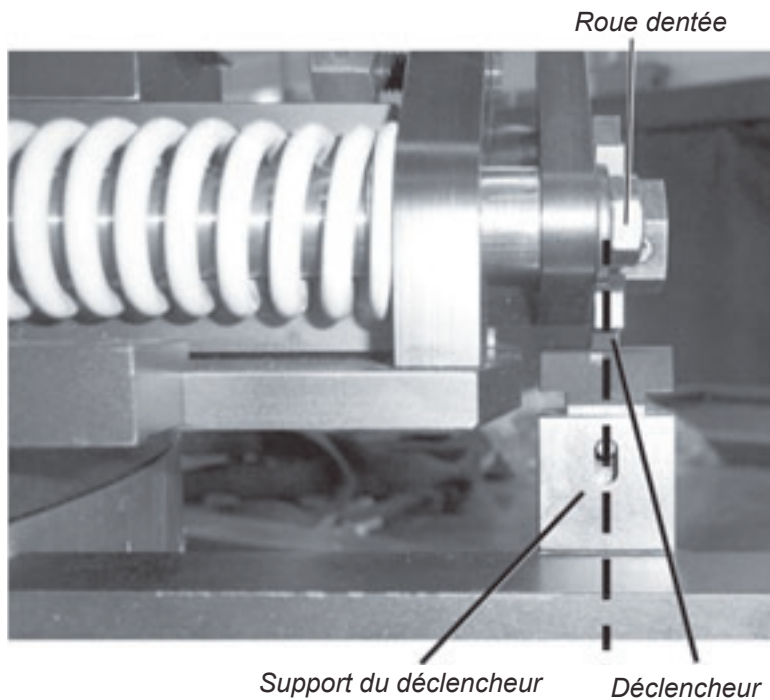

Figure 3-8. Le support du déclencheur doit être positionné de façon que les points de contact de la roue dentée se trouvent au centre du déclencheur.
- 17.** Placez le support du déclencheur de façon que la roue dentée vienne en contact avec le centre du déclencheur (voir Figure 3-8). Serrez la vis de réglage de la position.